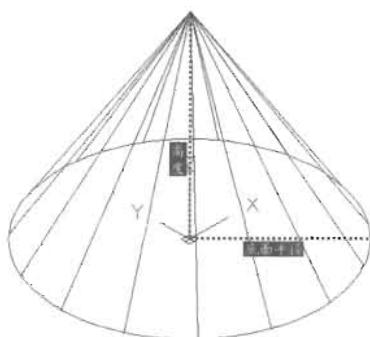

图 14-15
(1) 已知底面中心、半径和高, 绘制圆锥体。执行“绘图>建模>圆锥体”菜单命令, 绘制如图 14-15 所示的圆锥体, 命令执行过程如下。